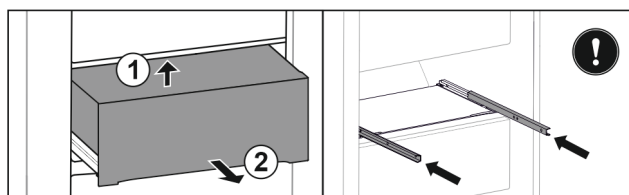

Fig. 29 *
- ▶ Soulever la partie arrière en l'attrapant par le bas Fig. 29 (1)*
- ▶ Sortir le tiroir par l'avant Fig. 29 (2)*